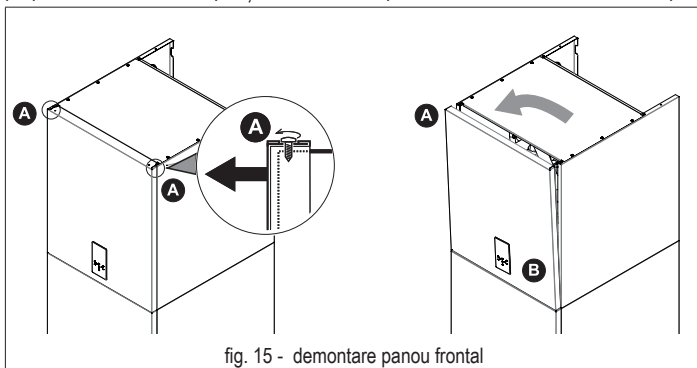

fig. 15 - demontare panou frontal
- Deșurubați parțial șuruburile A (consultați „fig. 15 - demontare panou frontal”).
- Scoateți panoul B și desprindeți-l din elementele de fixare din partea de sus (consultați „fig. 15 - demontare panou frontal”).